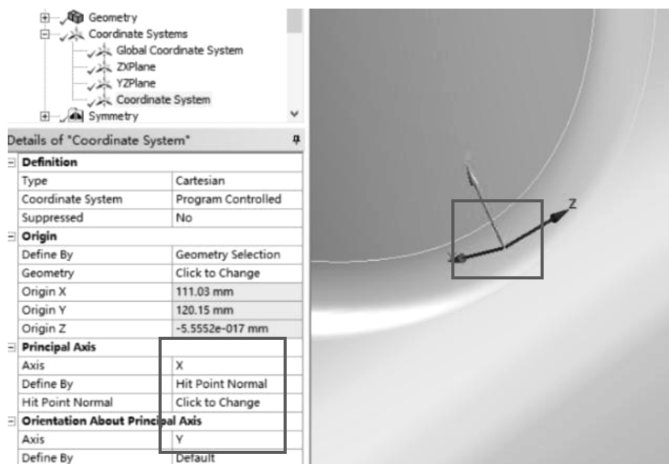

图 8-4 创建局部坐标
(1) 在 Mechanical 标准工具栏中单击 ，选择三通接头管圆角表面上点；在导航树上右键单击【Coordinate Systems】，从弹出的快捷菜单中选择【Insert】→【Coordinate Systems】，其他默认。
(2) 单击【Coordinate Systems】→【Details of “Coordinate Systems”】→【Principal Axis】→【Axis】= X，【Define By】= Hit Point Normal，【Hit Point Normal】选择三通接头管圆角表面上点，然后单击【Apply】确定，如图 8-4 所示。